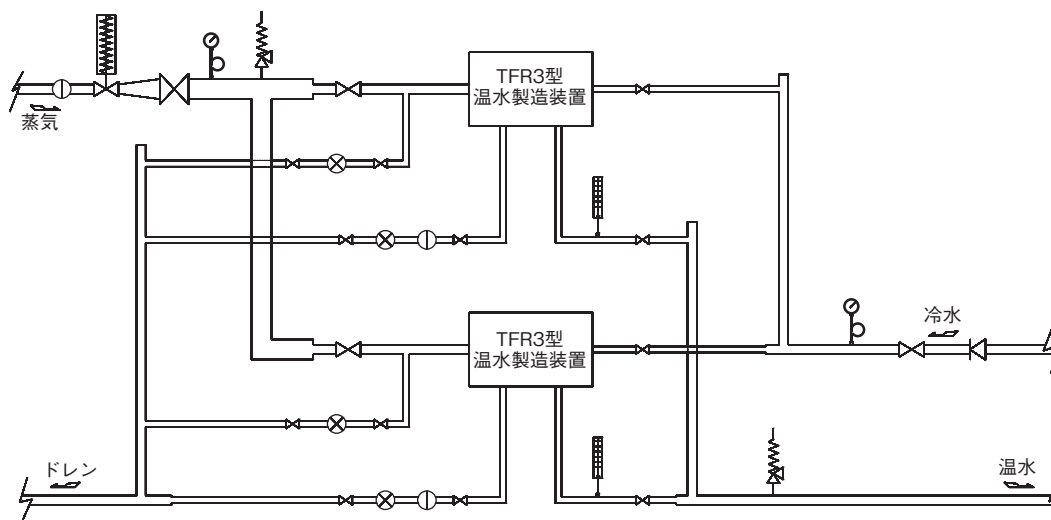

図8 2台並列使用の配管例
- 5.6 必要温水量がTFR3型温水製造装置1台では足りない場合には、数台を並列にして使用してください。(図8参照)